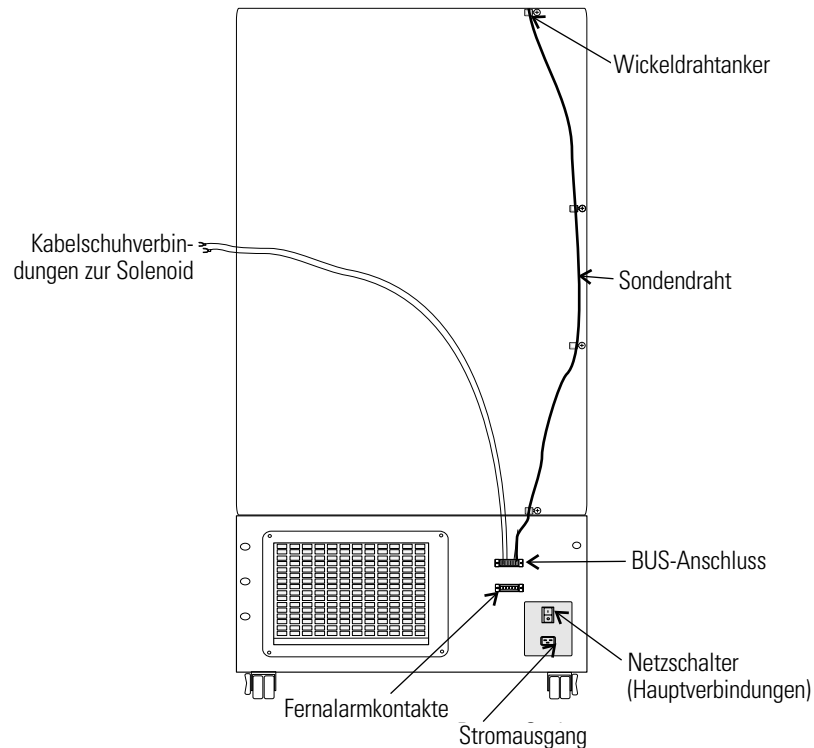

Abb. 5-5. Verlegung
1. Die vier Schrauben an der Gefrierschrankrückseite entfernen und für die Montage der Wickeldrahtanker, wie in Abb. 5-5 gezeigt, verwenden. Das Sondenkabel mit den Wickeldrähten fixieren.
4. Stromversorgung zum Gefrierschrank herstellen. Gefrierschrank mit dem auf Pos. AUS (O) befindlichen Batterieschalter einschalten.